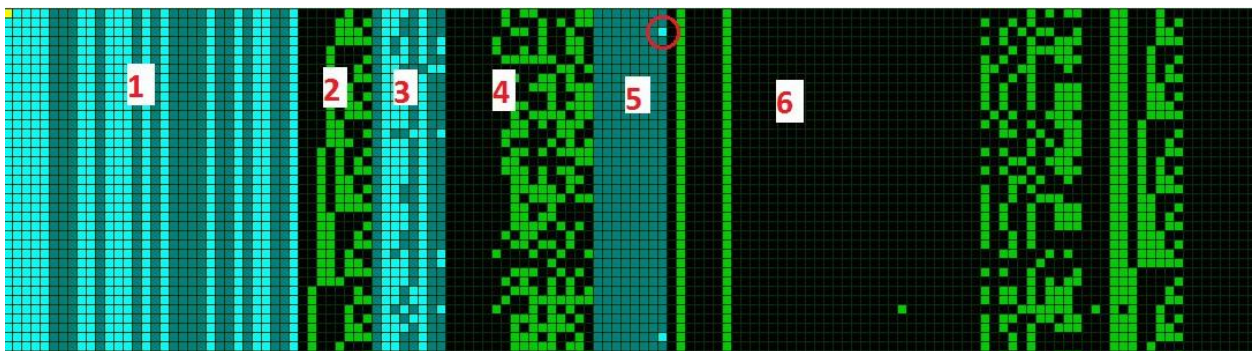

Рис. 50
– «Заголовок» - добавление служебной информации. Формат представлен на рис. 50.